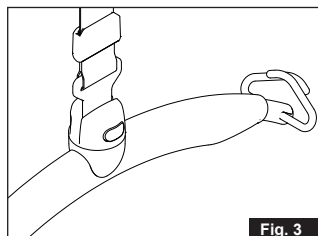

Fig. 3
6. Drej ophængskrogen til lodret position (fig. 3).